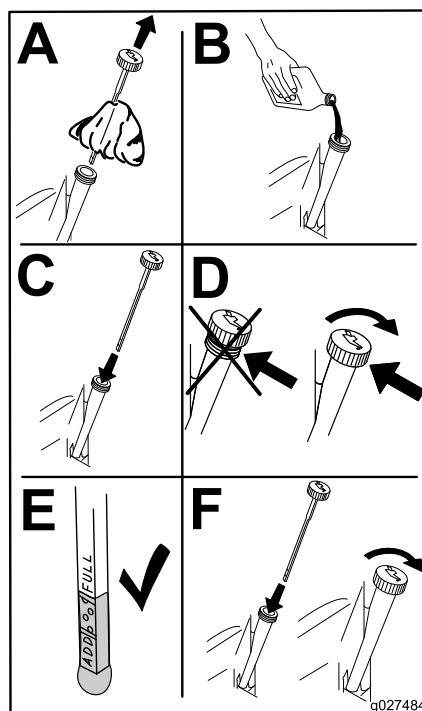

図 48
6. 所定量の 80% 程度のオイルをゆっくり入れ、そこから、残りの量を注意深く足してFULLマークまで入れる図 48。